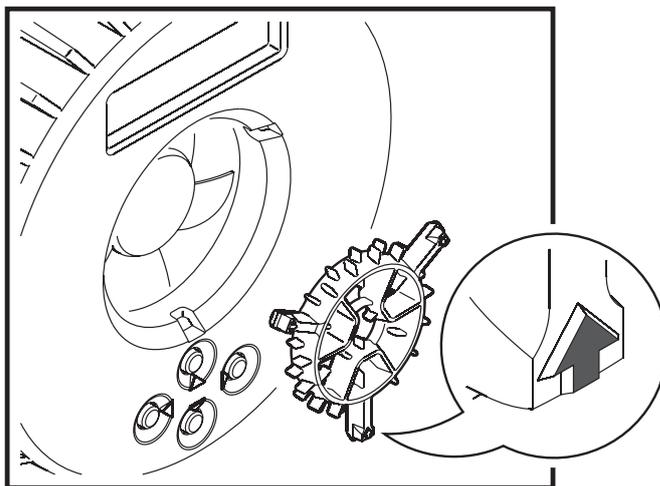

Figura 4: Remoção da grade do ventilador do cabeçote
4. Reinstale a grade sobre as lentes do LED na parte frontal do cabeçote e prenda com seu parafuso. 5. Veja Figura 4. Remova a grade do ventilador na parte traseira do cabeçote inserindo uma chave de fenda de ponta chata entre o cabeçote e a seta na grade, levantando a grade do cabeçote. Use hastes de algodão (cotonetes) e um aspirador de pó para limpar a grade e as lâminas do ventilador do cabeçote, em seguida encaixe a grade em sua posição. 6. Verifique se o aparelho está seco antes de religar a energia.